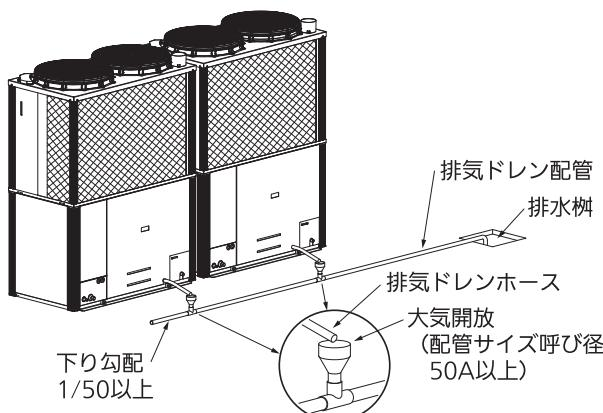

図 12：排気ドレンを排水樹に接続する場合
- 室外ユニットの排気ドレンをふたのある排水樹、溝等に接続する場合や、同一箇所に排出する場合は、図 12 のように排気ドレン中の排気ガスを大気に放出する配管仕様にする
- ドレン配管は 1/50 以上の下り勾配とし、口径を縮管しないでください（図 12、13）。また、配管の途中にトラップや山越えを作らないようにしてください。